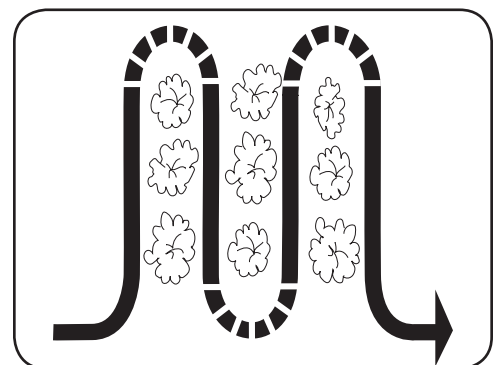

Figura 3-6
- Al realizar tareas de labranza (rompiendo la superficie de suelo alrededor de las plantas para destruir las malezas, vea la Figura 3-6), ajuste los dientes para cavar únicamente a una profundidad de 1” a 2”. La labranza a poca profundidad ayuda a evitar lesiones a las plantas cuyas raíces a menudo crecen cerca de la superficie. Si es necesario, levante los manillares ligeramente para evitar que los dientes caven demasiado profundo. (La labranza regular no sólo elimina malezas, sino que además afloja y airea el suelo para mejor absorción de la humedad y crecimiento más rápido de las plantas). Si se riega el área del jardín unos cuantos días antes de la labranza se facilitará esta tarea; también se contribuye permitiendo al suelo recién trabajado asentarse por uno o dos días antes de la pasada final, profunda, de la cultivadora.